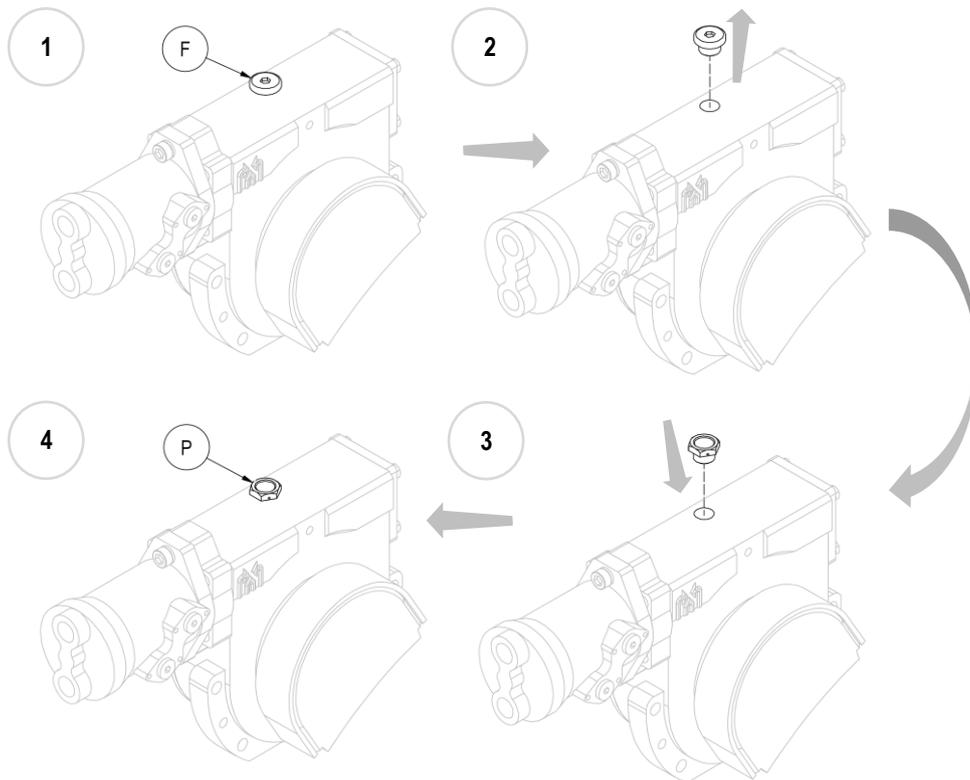

Figura 7
10. **N.B.** Con el equipo montado, reemplace el tapón de llenado de aceite de hierro ciego (F) por el de plástico suministrado (P), equipado con un respiradero (mira *Figura 7*).